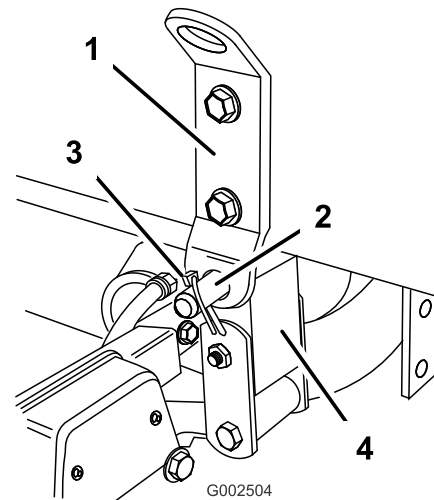

Figura 20
6. Alinhe o olhal de articulação na parte de trás do patim do depósito com a abertura na extremidade da estrutura do veículo (Figura 20).
7. Instale um pino de forquilha (3/4 de polegada) e dois pinos de sujeição no olhal de articulação para prender o depósito na estrutura (Figura 20).
10. Verifique o alinhamento do patim do depósito e a estrutura do veículo. Se necessário, desaperte ligeiramente os parafusos que prendem o pino de sujeição ao patim do depósito (Figura 20). Eleve o depósito acima do veículo apenas o suficiente para que a estrutura fique alinhada e baixa na posição devida. Aperte os parafusos no pino de sujeição assim que o patim do depósito estiver alinhado com a estrutura do veículo.